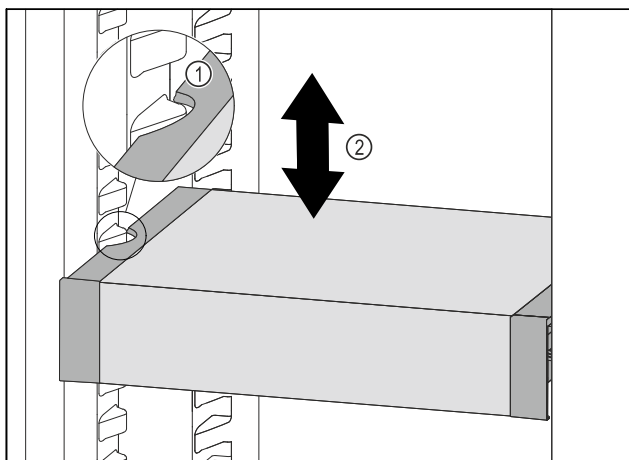

Fig. 82
- ▶ VarioSafe vucite prema naprijed sve dok se bočni otvori VarioSafe ladice ne nađu na visini žlijeba spremnika u hladnjaku. Fig. 82 (1)
- ▶ Pomičite ladicu VarioSafe u hladnjaku prema gore ili dolje sve dok ne dosegnete željenu visinu. Fig. 82 (2)